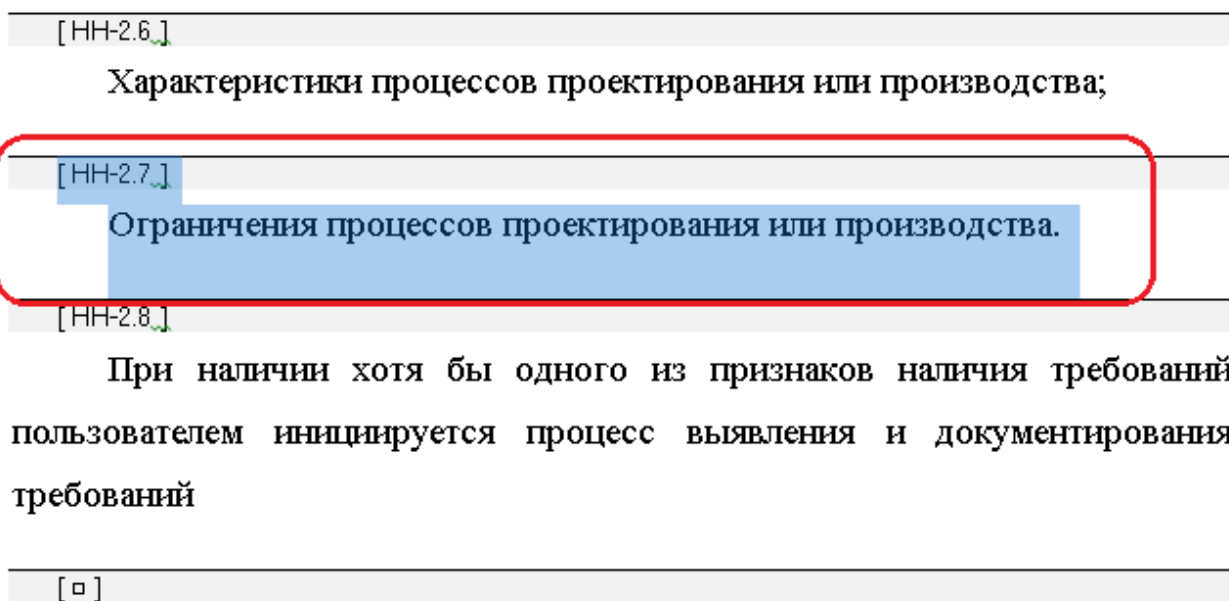

Рисунок 27 — Удаление текста и идентификатора требований
- а) для удаления требования (как объекта PLM) необходимо удалить серую полосу, содержащую идентификатор, и текст требования (Рисунок 27);